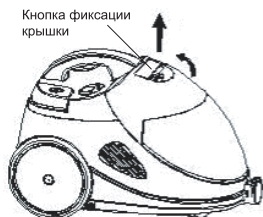

Рис. 1
1. Нажмите кнопку фиксации и удалите крышку контейнера для воды (Рис.1).